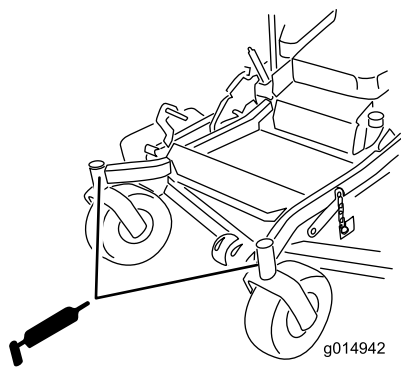

Figure 34
7. Sortez le graisseur Zerk de l'orifice. Remettez le bouchon hexagonal et le capuchon antipoussière en place (Figure 34).